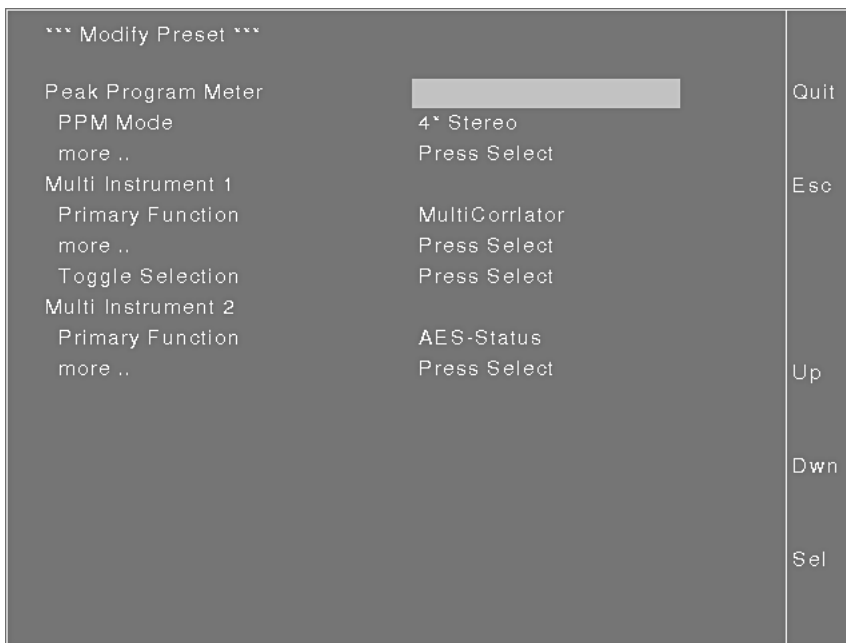

Bild D 5-2: Das Menü „Modify Preset“ des DigitalMonitor 8ch 10689
- Im Menü **Modify Preset** (Bild D 5-2):
Im Menü **Modify Preset** (Bild D 5-2):